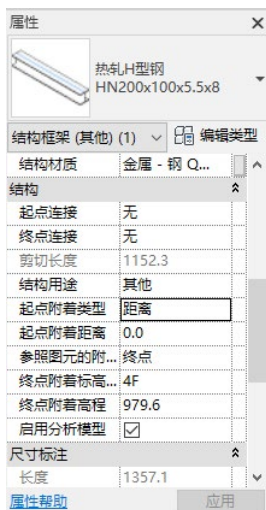

图 7-6 “属性”选项板
(1) 选择要修改的支撑，“属性”选项板如图 7-6 所示。
(2) 在“属性”选项板的结构栏选择“起点附着类型”，包括“距离”和“比率”。
(3) 选择相应选项后，输入“起点附着比率”或“起点附着距离”的值。